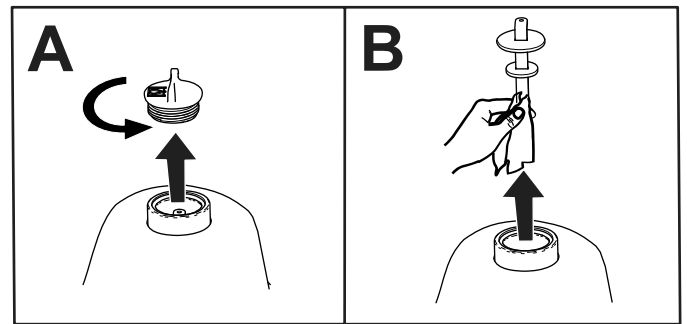

Bild 81
2. Entfernen Sie die Ablassschraube vom Hydrauliktank (Bild 81).
3. Entfernen Sie den Ölpeilstab aus dem Hydraulikbehälter und wischen ihn mit einem sauberen Lappen ab (Bild 81).